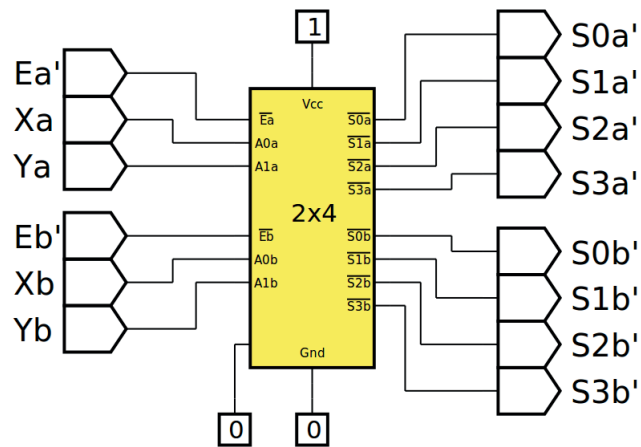

Figura 7.13 – Diagrama esquemático.
- Utilize um programa de simulação em computador (SmartSim, Atanua, Qucs) faça a simulação do circuito da figura 7.13. Compare os resultados com a tabela 7.3.